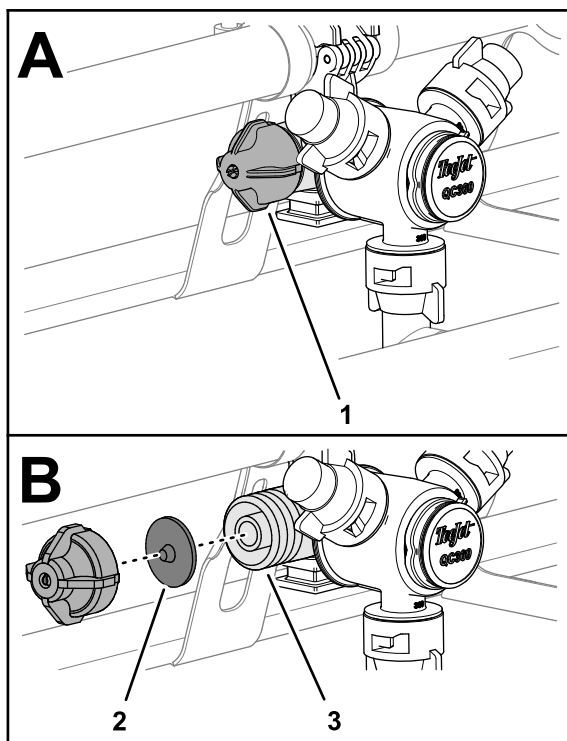

图 33
1. 逆时针旋转隔膜盖然后从喷嘴壳体上取下端盖图 33。
2. 从端盖或喷嘴壳体上拆下单向阀隔膜图 33。
3. 使用洁净的水清洗端盖、隔膜和喷嘴壳体图 33。
4. 将隔膜装入盖子使隔膜的尖头朝向盖子图 33。
5. 将盖子和隔膜组装到喷嘴壳体上用手拧紧图 33。